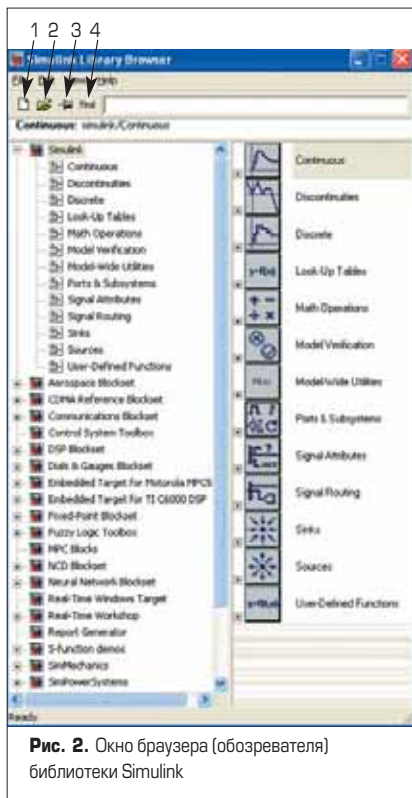

Рис. 2. Окно браузера (обозревателя) библиотеки Simulink
- Окно браузера библиотеки Simulink (рис. 2, сверху вниз) содержит:
- левое окно со списком разделов библиотеки (содержание окна на рис. 2 выведено частично, не в полном объеме из-за ограниченности размера по вертикали);
На панели меню окна браузера имеются 4 меню (рис. 2):
крыто первое из них, то второе следует открывать ЛК мыши по пунктам меню **File/New/Model**, либо кнопкой 1 окна браузера (рис. 2). В том случае, когда на рабочем столе имеется только окно для создания модели, вызов окна браузера осуществляется по пунктам меню **View/Library Browser** окна модели или кнопкой 4 окна MATLAB (аналогичная кнопка имеется на панели инструментов окна модели).
Дадим краткую информацию о содержимом библиотеки Simulink. Откроем окно MATLAB и кнопкой  вызовем окно браузера **Simulink Library Browser** (рис. 2). В правой части окна расположены пиктограммы разделов Simulink.